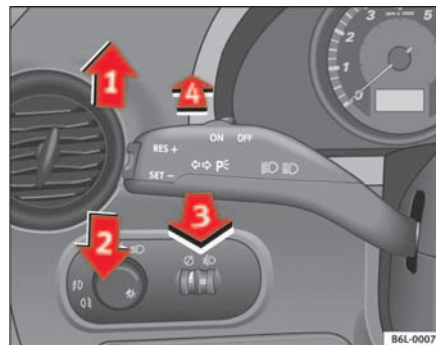

Fig. 60 Levier des clignotants et de l'inverseur-codes
- Soulevez le levier jusqu'en butée $\Rightarrow$ page 98, fig. 60 ① pour actionner les clignotants **droits** ou abaissez-le jusqu'en butée ② pour actionner les clignotants **gauches**.
- Poussez le levier vers l'avant $\Rightarrow$ page 98, fig. 60 ④ pour allumer les feux de route.